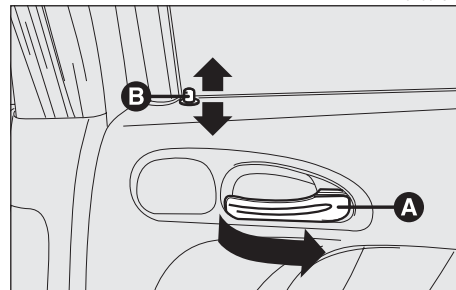

fig. 3
- Pour ouvrir la porte, tirer la poignée (**A-fig. 3**).
- Pour la fermer, appuyer sur le pommeau (**B-fig. 3**), même la porte ouverte, puis fermer le battant.